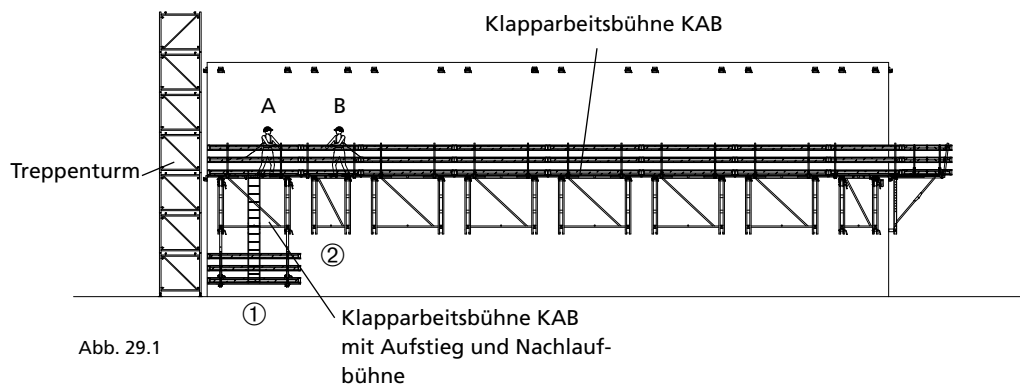

Abb. 29.1
4. Nächster Takt wird betoniert und dabei mit Kletterkonen zur Bühnenaufhängung ausgestattet. Nach dem Ausschalen werden Einhängeschuhe KAB an den Kletterkonen befestigt (Abb. 29.1).
5. Person B sichert sich durch Tragen einer persönlichen Schutzausrüstung gegen Absturz (PSAgA) und steigt zum weiteren Umsetzen über den Treppenturm auf die Bühnen (Abb. 29.1).